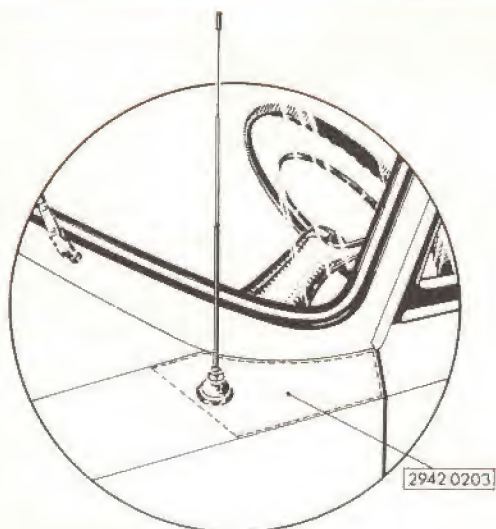

Fig. 1
Lo schema elettrico è riportato in fig. 1; come si può vedere questo circuito è previsto per l'accensione e l'eccitazione di 6 lampadine da 10 V - 0,2 A con una cadenza di 0,5 secondi. Se necessario potremo senza alcuna difficoltà au-
- Disporre la maschera di foratura antenna cod. 2942.0203 sul parafango sinistro, come rappresentato in fig. 1; per l'installazione a destra è sufficiente adoperare la stessa maschera rovesciata.